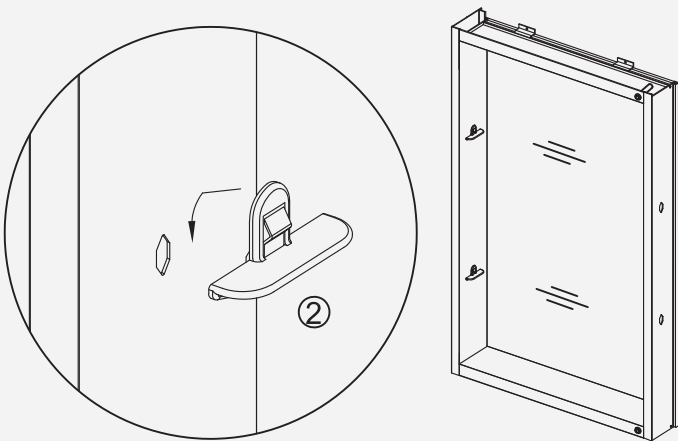

Fig 16
1. Inserte el clip¹² transparente del estante en la ubicación del agujero correspondiente, utilizando 2 clips por estante (Fig 16).